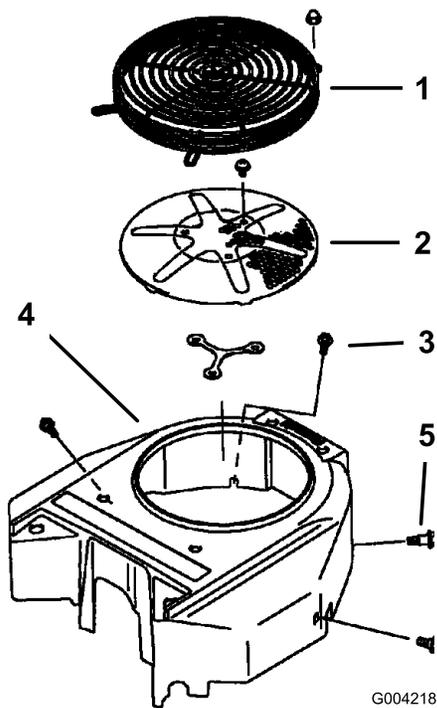

Figura 70
Antes de cada uso, retire cualquier acumulación de hierba, suciedad y otros residuos de la rejilla del motor. Esto ayudará a asegurar una refrigeración adecuada y una velocidad de motor correcta, y reducirá la posibilidad de sobrecalentamiento y daños mecánicos al motor (Figura 70).
3. Retire la rejilla de entrada de aire, el arrancador de retroceso y la carcasa del ventilador (Figura 70).
5. Instale la rejilla de entrada de aire, el arrancador de retroceso y la carcasa del ventilador (Figura 70).